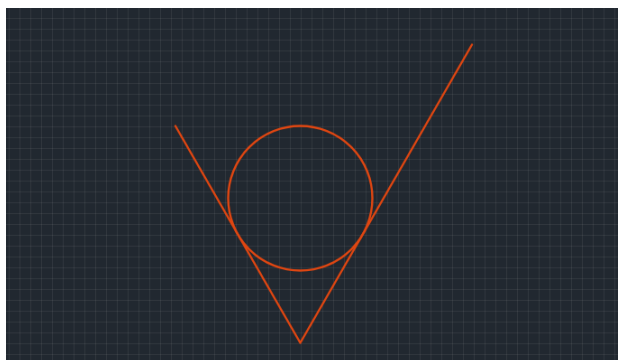

Рис. 310 Размещение обозначения шероховатости
3. Выберите местоположение и зафиксируйте основание обозначения шероховатости левой кнопкой мыши, см. Рис. 310.